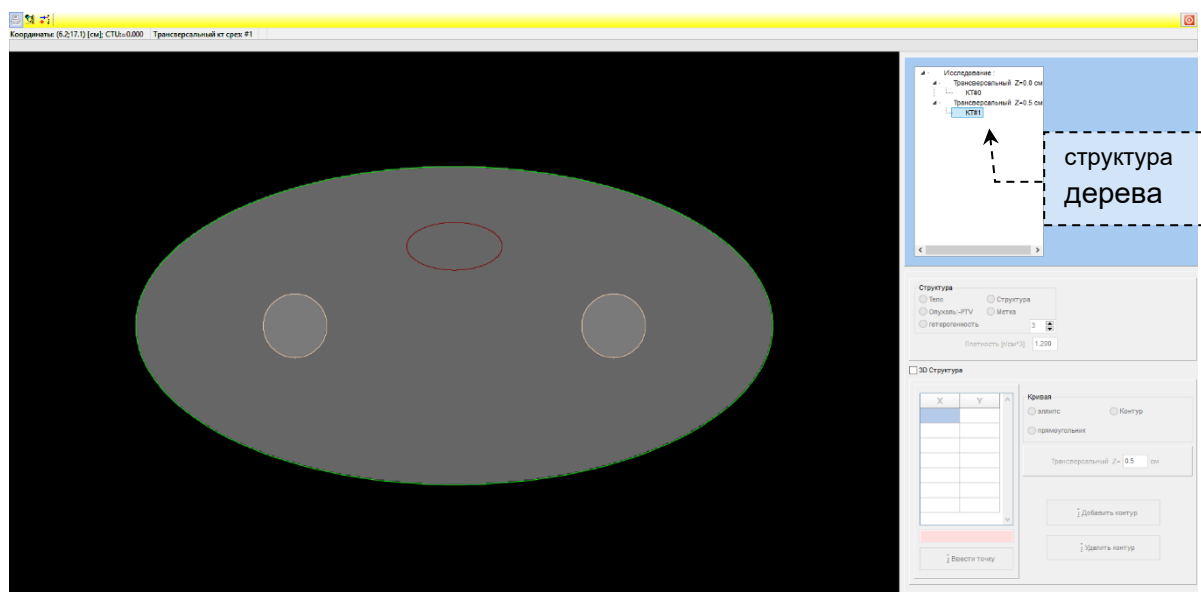

Рис. 9 Срез, загруженный с клавиатуры
12. После загрузки всех контуров структур, щелкните на кнопку  **Рассчитать синтетический КТ срез** или нажмите <CTRL>+<ENTER>. В деревовидную структуру дополнена плоскость с соответствующим КТ срезом (см. Рис. 9).